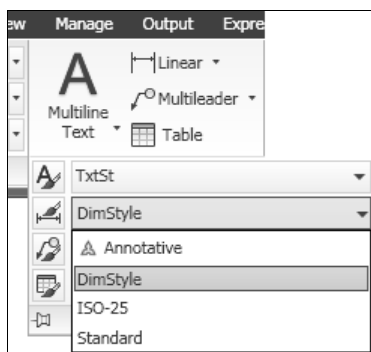

Рис. 13.8. Раскрывающийся список на панели инструментов **Annotation** вкладки **Home** ленты
- ♦ из раскрывающегося списка **Dimension Style** (Размерные стили) на панели инструментов **Annotation** (Пояснения) вкладки ленты **Home** (Главная) (рис. 13.8);